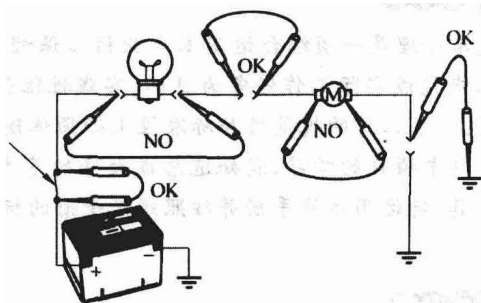

图 1-2 跨接线的使用
(3) 跨接线只能用在无电阻元件的那部分电路上使其旁通 如开关、接头及导线段(见图 1-2)。
(4) 切忌 在灯、电动机、点火线圈及任何负载上使用跨接线。这么做会减少电路电阻, 导致很大的电流, 而大的电流将会损坏线束和元件。